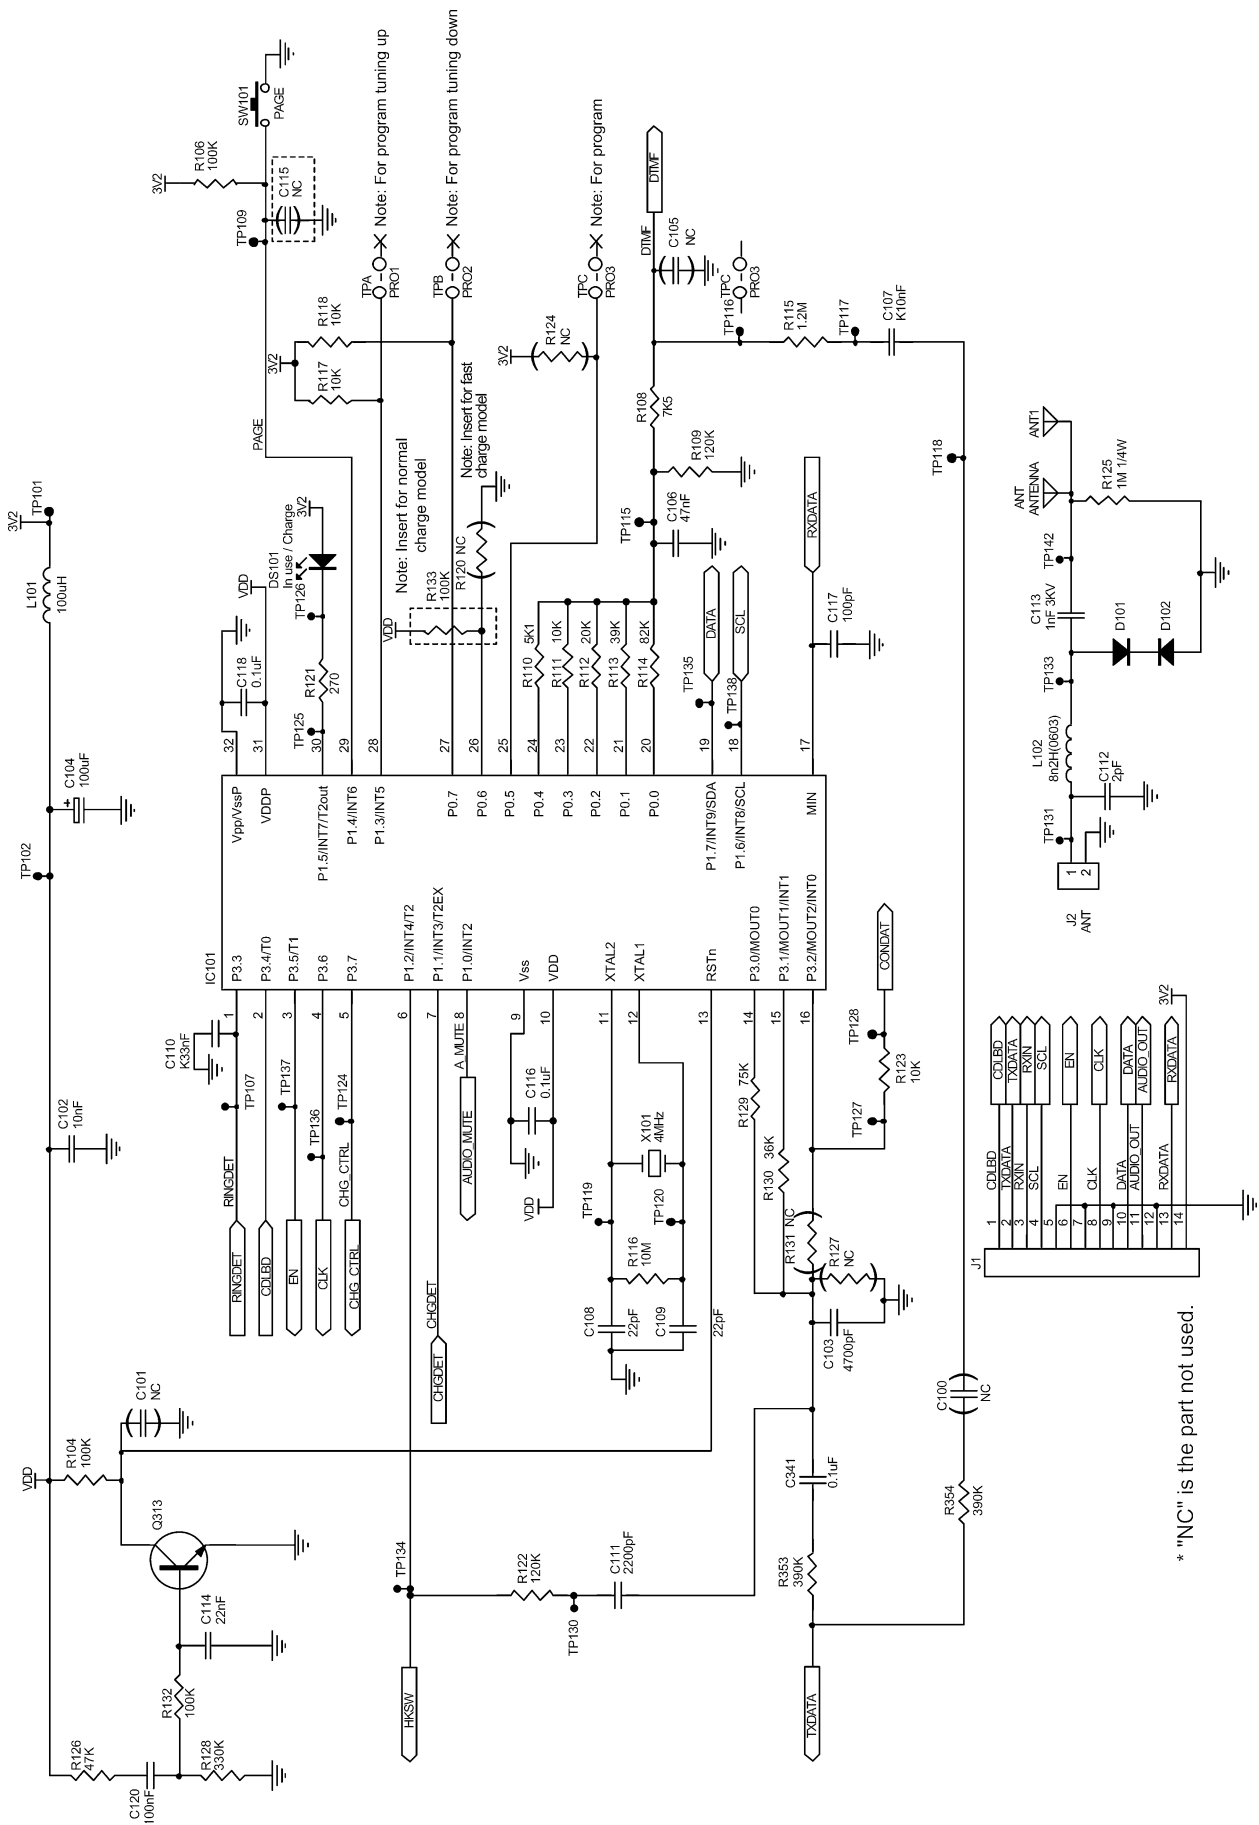

Рис. 2. Принципиальная схема контроллера радиочастотного блока
РЧБ управляется контроллером IC101 через контакты 6 (EN), 8 (CLC), 10 (DATA) разъема J1 (рис. 2).